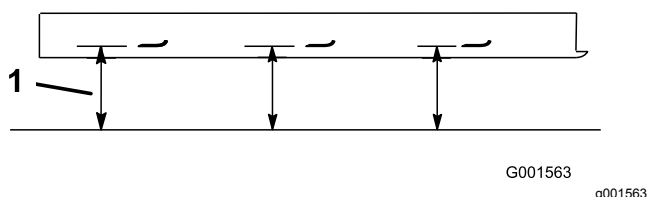

Figure 50
2. Mesurez la distance entre la surface plane et le tranchant (position A) des lames (Figure 50).